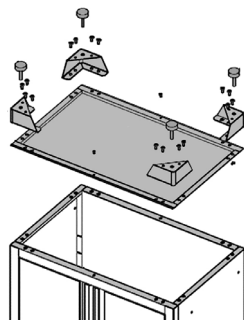

Figure 5
9. Installez chaque cadre de montage (n° 9) à travers le panneau inférieur (n° 8) et dans les quatre panneaux à l'aide de quatre vis M6 x 16 (n° 10). Serrez complètement ces vis (fig. 5).
seulement partiellement, car vous pourriez devoir mettre l'armoire de niveau après l'assemblage (fig. 5).